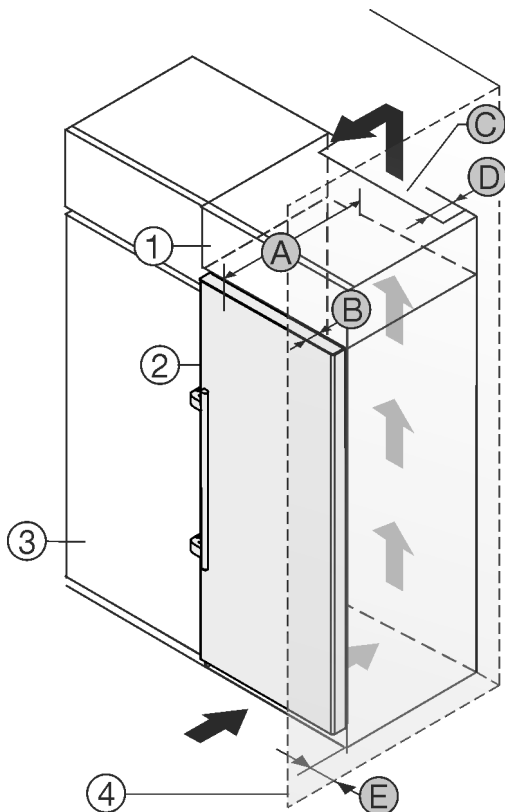

Fig. 2
Můžete přístroj nainstalovat přímo vedle kuchyňské skříňky Fig. 2 (3).*
Na zadní straně nástavné skříňky musí být větrací šachta hluboká Fig. 2 (D) přes celou šířku nástavné skříňky.*
Pod stropem místnosti musí být dodržen ventilační průřez Fig. 2 (C).*
Když přístroj instalujete závěsy vedle stěny Fig. 2 (4), musí být vzdálenost mezi přístrojem a stěnou minimálně 57 mm . To odpovídá přesahu madla při otevřených dveřích.*
Aby bylo možné dvířka plně otevřít, musí přístroj přesahovat o hloubku dveří Fig. 2 (B) vůči přední linii kuchyňské skříňky. V závislosti na hloubce kuchyňských skříněk Fig. 2 (3) a použití vymezovačů odstupu od stěny může přístroj vyčnívat dále.*